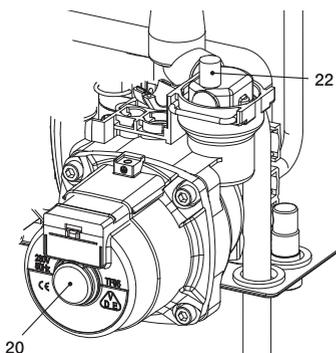

Рисунок 6.1
- Ослабьте пробку автоматического воздуховыпускного клапана 22, см. Рисунок 6.1.
- Снимите пробку 20, см. Рисунок 6.1, и разблокируйте насос, провернув ротор отверткой.